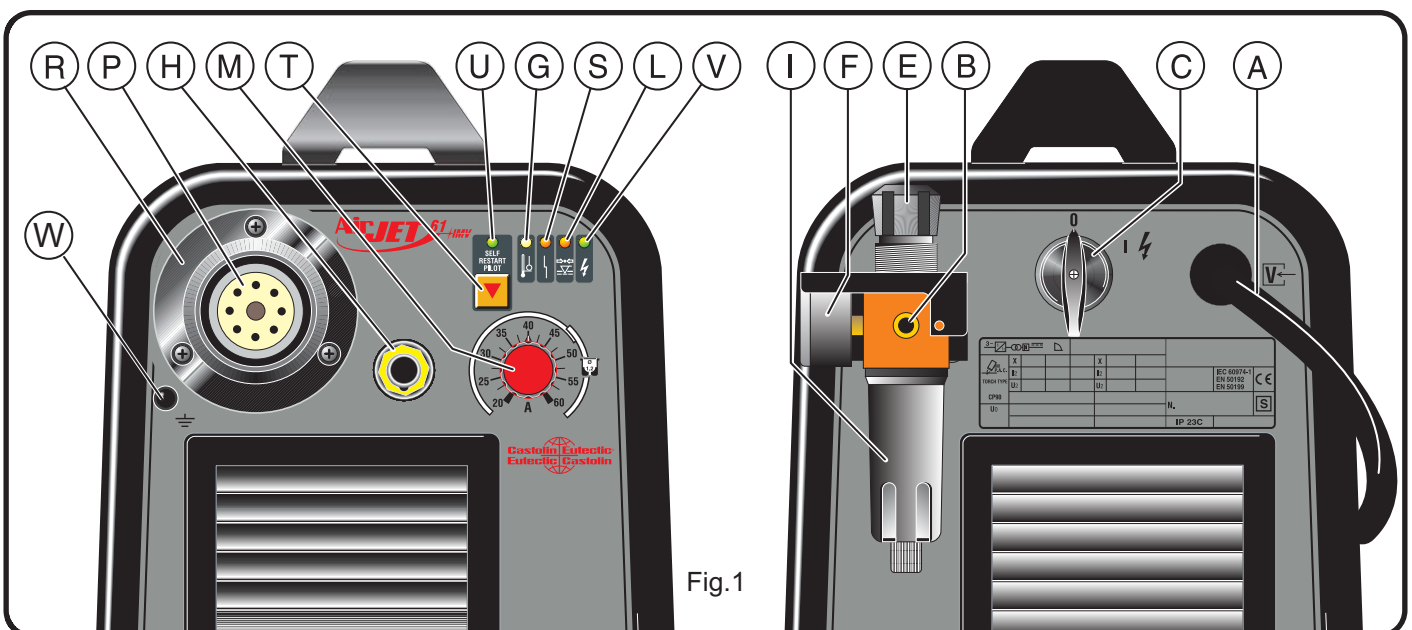

Fig.1
2.1 MONTAGEM DA TOCHA (Fig. 1)
1) Para evitar sobrecargas. É evidenciado pelo acendimento contínuo do sinalizador **G** (veja fig.1).
Colocada na alimentação da tocha para evitar que a pressão de ar seja insuficiente. É evidenciado pelo acendimento do sinalizador **L** (veja fig.1).